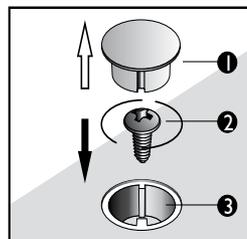

Figura 25
- Después de cada lavada, retire el tapón (1) ubicado entre el tanque de lavado y el tanque de centrifugado para limpiar y secar el tornillo (2) y el orificio (3). (Figura 25).